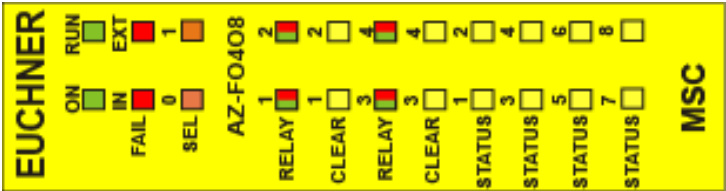

Fig. 26:
8.3.11. Módulo AZ-F04F08 (Fig. 26)